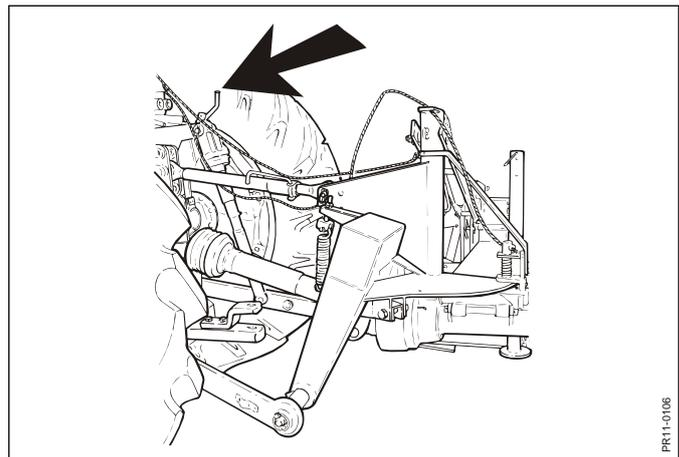

Fig. 4
- FIG. 4** L'alberino del braccio di sollevamento destro è regolato in modo che il telaio superiore sia in linea.